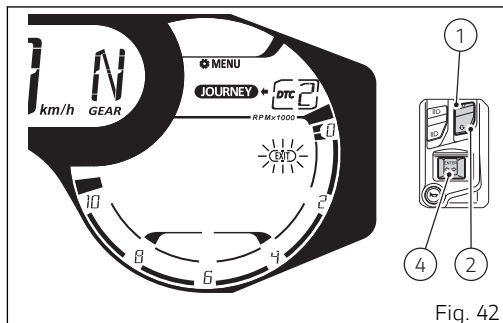

Fig. 42
El salpicadero visualiza el nuevo nivel configurado y la inscripción “EXIT” con borde parpadeante (Fig. 42). Presionando el pulsador (4), el salpicadero vuelve a la visualización anterior.